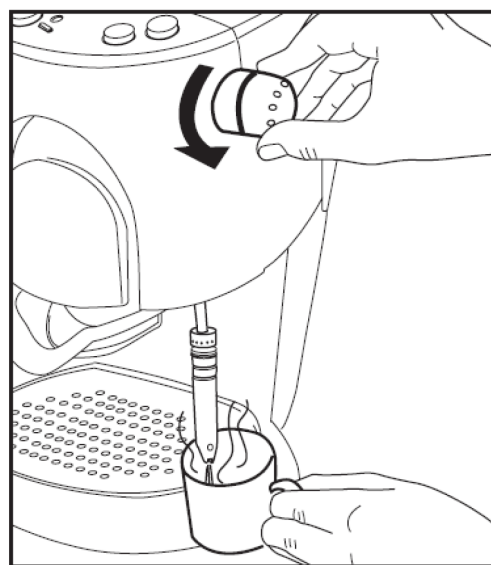

Fig. 15
- Placera en lämplig behållare under ångröret. Vrid ångvredet sakta moturs (Fig. 15).